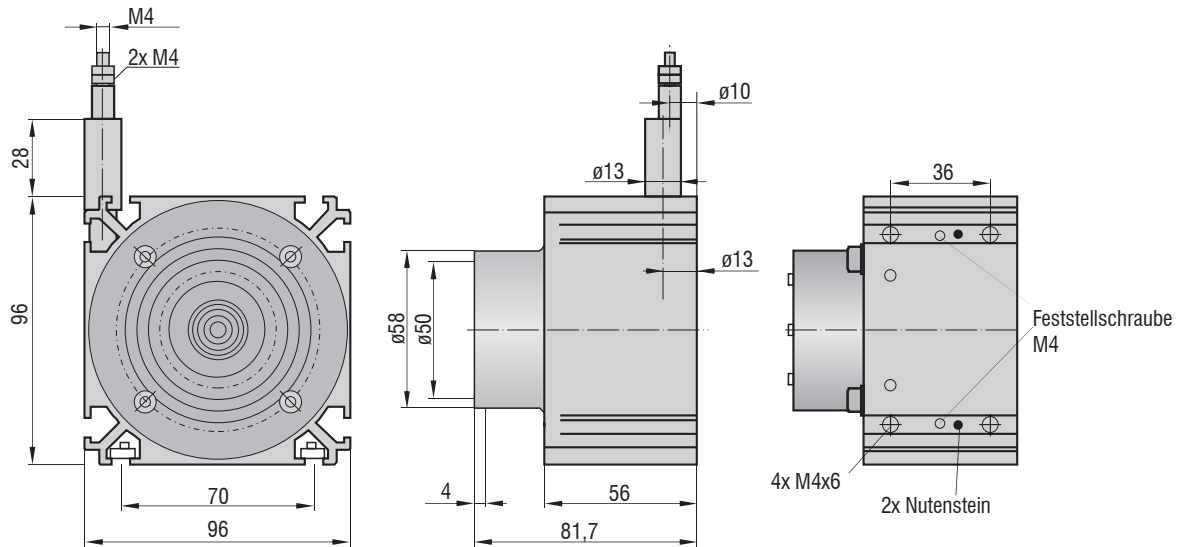

Abb. 5 Baureihe WDS-P96-M, Abmessungen in mm
- Baureihe P96: 4x M6 DIN 931 und 2 Nutensteine, siehe Abb. 5.